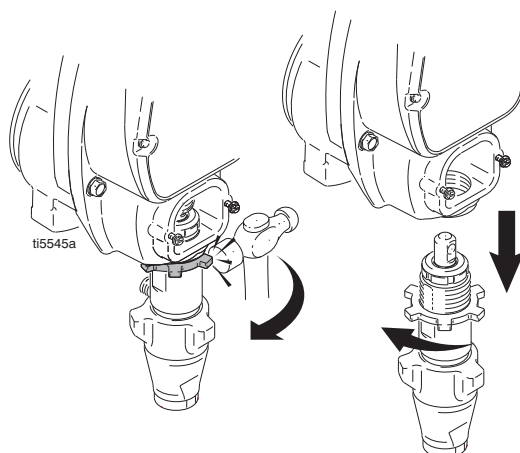

FIG. 17
6. FIG. 17. Allentare il dado di regolazione colpendolo con decisione con un martello. Svitare la pompa.